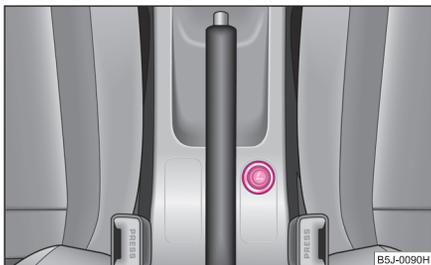

Fig. 77 Consola central:
- Pulse el botón del encendedor ⇒ fig. 77.